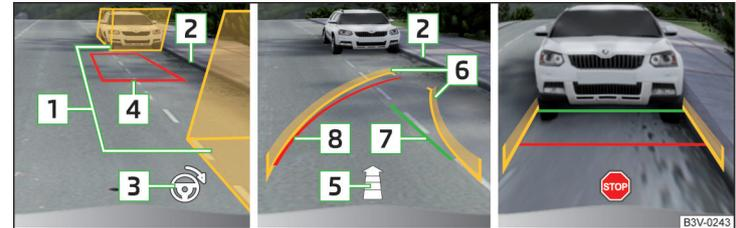

Abb. 278 Bildschirmanzeige
- › Das Fahrzeug so anhalten, dass sich kein Hindernis in der Lücke zwischen den Hilfsboxen **1** » Abb. 278 befindet und die hintere Box nicht über die seitliche Begrenzung der Parklücke (z. B. Bordstein) **2** hinausreicht.